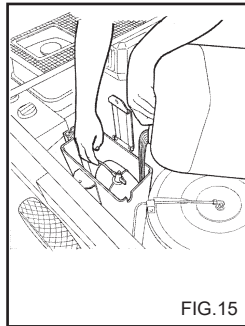

FIG. 15
- 5) Ungefähr 3 liter Frostschutzmittel in den Wasserbehälter gießen. (Fig. 15).